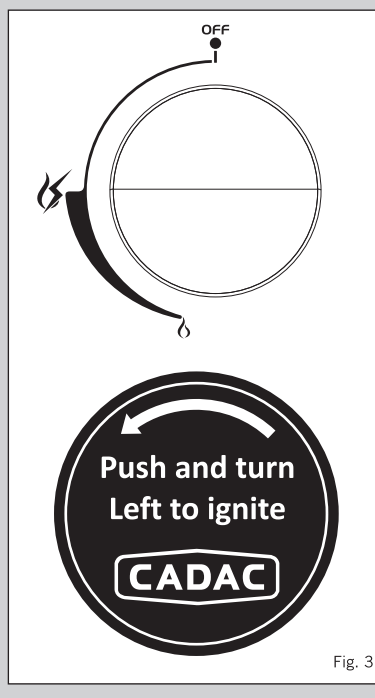

Fig. 3
- Za pomocą pokręteł wyregulować intensywność płomienia dożądanego poziomu, obracając pokrętkę w lewo, aby zmniejszyć płomień, lub w prawo, aby go zwiększyć (zob. rys. 3).